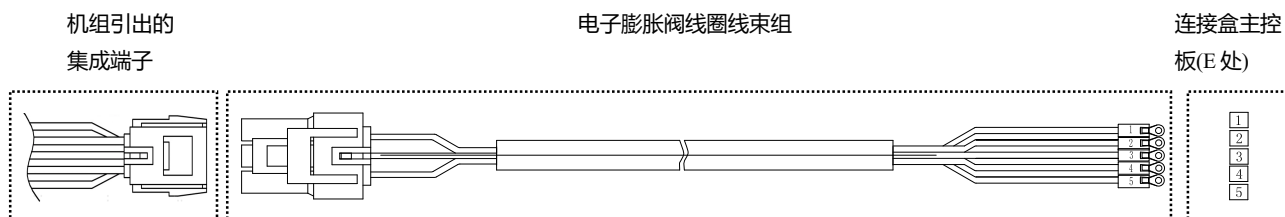

图 6.4 电子膨胀阀线圈接线示意图
6) 电子膨胀阀线圈：工厂内已经装配完成，每个独立盘管预留一个或两个集成端子；厂外需采用连接盒随机附件或机组随机附件袋中的电子膨胀阀线圈线束组件与此集成端子对接，然后将电子膨胀阀线束组件中每个端子对应颜色跟标签固定至连接盒端子上（E 处）。见下图 6.4：